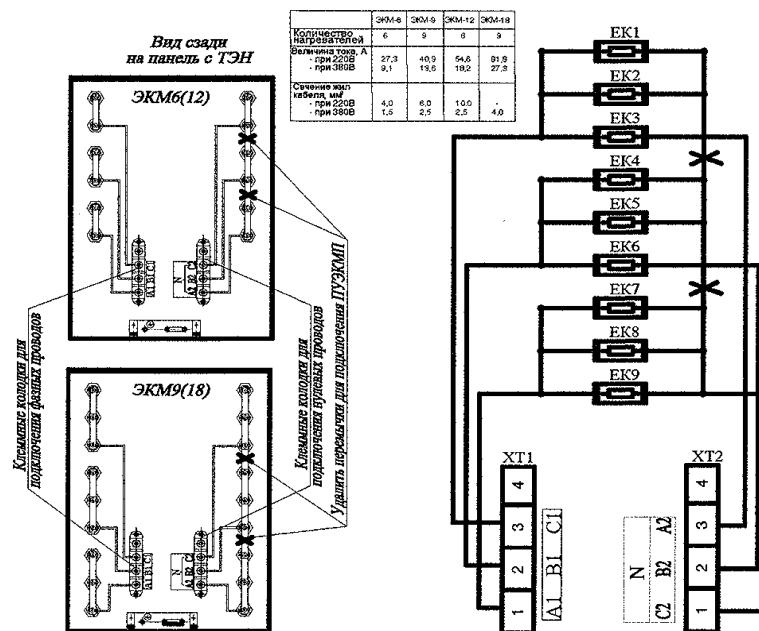

Рис. 3 Схема электрическая электрокаменки ЭКМ.
6.5.2. Пульты управления ПУЭКМП подключаются к электрокаменке по шестипроводной схеме. Соединение ТЭНов в звезду с образованием нулевой точки производится через контакты силовых реле в пульте управления. Линейные провода «A1,B1,C1» пульта управления ПУЭКМП присоединяются к одноточечному клеммам «A1,B1,C1» электрокаменки, а фазные провода «A2,B2,C2» пульта присоединяются к соответствующим клеммам «N - A2,B2,C2» электрокаменки, причем необходимо удалить две шины с выводов ТЭН, как показано на рис.3, рис.4, рис.5, чтобы образовались группы из двух (или трех) ТЭН в каждой фазе.